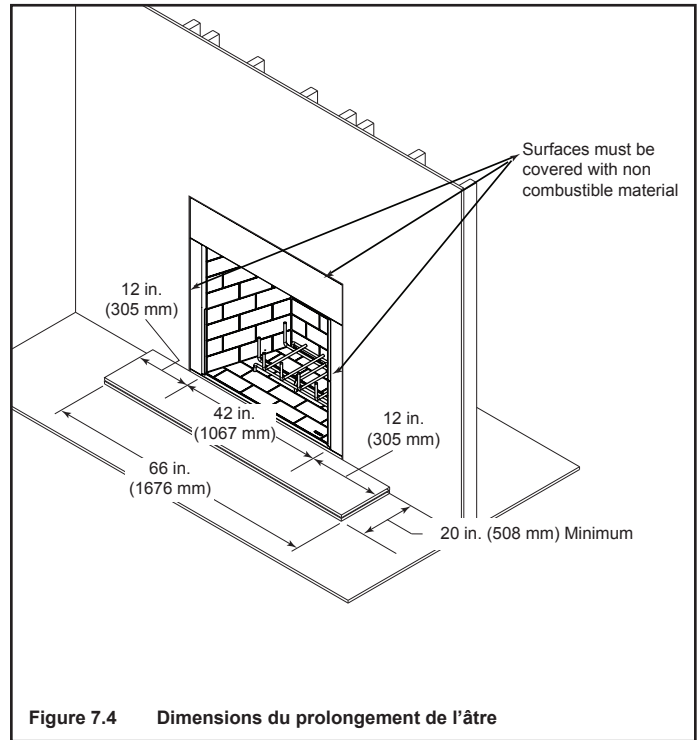

Figure 7.4 Dimensions du prolongement de l'âtre
- Reportez-vous à la figure 7.4 pour connaître les dimensions minimales.